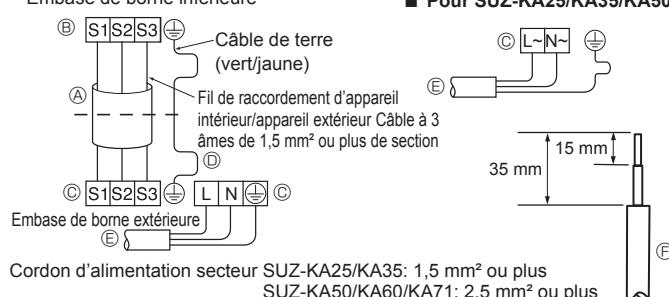

**Fig. 6-1**
### 6.1. Appareil extérieur (Fig. 6-1, Fig. 6-2, Fig. 6-3, Fig. 6-4)
- ① Déposez le panneau de service.
- ② Raccordez les câbles conformément aux Fig. 6-1, Fig. 6-2, Fig. 6-3 et Fig. 6-4.